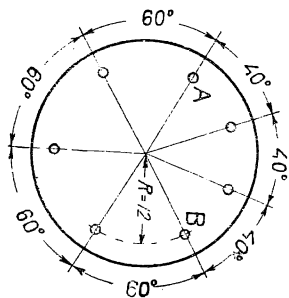

Рис. 1. Семиштырьковый цоколь
3. Семиштырьковый цоколь нового типа — для пентагридов, двойных диод-триодов, двойных триодов и низкочастотных пентодов (рис. 1). Семи-